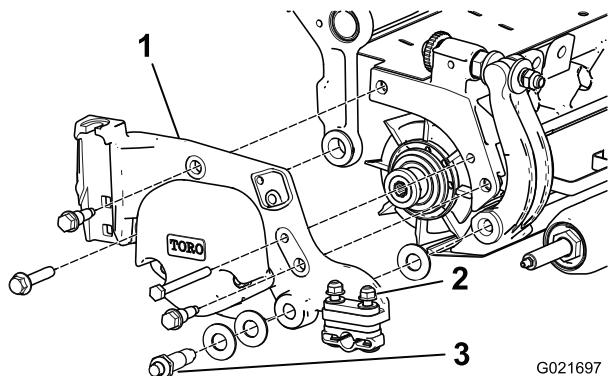

Figura 4
6. Retire los 4 pernos que sujetan la chapa lateral izquierda a la unidad de corte y afloje las tuercas de la abrazadera del rodillo trasero; retire la chapa lateral de la unidad de corte (Figura 4).